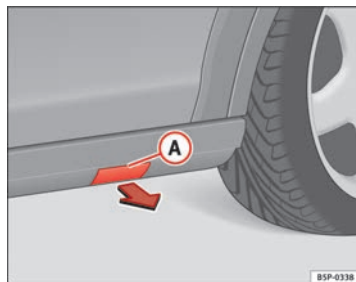

Fig. 181 Talonnette en plastique équipée d'une protection pour les points d'ancrage du cric
- Retirez la protection **A** pour accéder aux points d'ancrage du cric du véhicule ⇒ fig. 181.
- Tirez sur la protection et retirez-la de son logement dans le sens de la flèche ⇒ fig. 181.